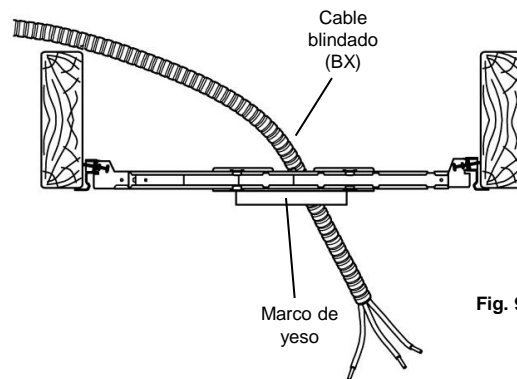

Fig. 9
3. Pasa el cable blindado (BX) o el cable no metálico (NM) (también conocido como Romex) a través del cortacircuitos o panel de fusibles hasta el orificio del marco de yeso, dejando entre 6" (15,2 cm) y 8" (20,3 cm) de cable sobrante extendido por debajo del orificio. Puedes usar cables con un máximo de 12 AWG de cableado. (Fig. 9) **(ADVERTENCIA- Usa cables con clasificación de 90°C o mayor).**